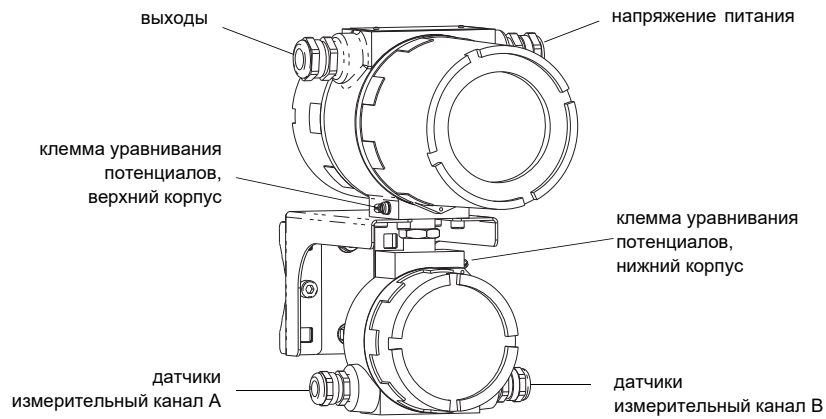

Рис. 6.2: Разъемы подключения преобразователя
- Снимите кабельный ввод для подключения датчиков (смотри Рис. 6.2).
Внешнее защитное заземление подсоединяется к клеммам уравнивания потенциалов на верхнем и нижнем корпусе преобразователя (смотри Рис. 6.2).
- Снимите кабельный ввод для подключения питания напряжения (смотри Рис. 6.2).
- Введите кабель питания в верхний корпус (смотри Рис. 6.2).
- Снимите кабельный ввод для подключения выходов (смотри Рис. 6.2).
- Введите выходной кабель в верхний корпус (смотри Рис. 6.2).